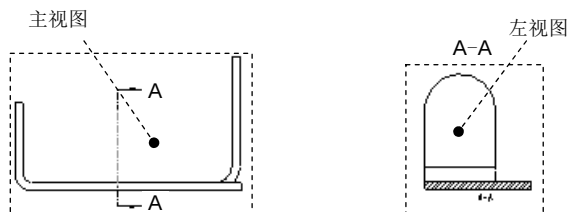

图 10.2.11 创建左视图
(1) 在绘图区右击，从快捷菜单中选择 **常规** 命令。
(2) 在系统 **选择绘图视图的中心点。** 的提示下，在屏幕图形区选取一点，此时系统弹出“绘图视图”对话框。
(3) 定义视图方向。在对话框的 **模型视图名** 区域中选取视图方向为 **V1**，然后单击 **应用** 按钮。
(4) 设置比例。在对话框的 **类别** 区域中选择 **比例** 选项，然后选中 **自定义比例** 单选项，再输入比例值 1。
(5) 设置视图显示。选取 **类别** 区域中的 **视图显示** 选项，在 **显示样式** 下拉列表中选择 **消隐** 选项，在 **相切边显示样式** 下拉列表中选择 **无** 选项。
(6) 单击对话框中的 **确定** 按钮，完成主视图的创建。
Step5. 创建三维钣金件的左视图并添加箭头，如图 10.2.11 所示。